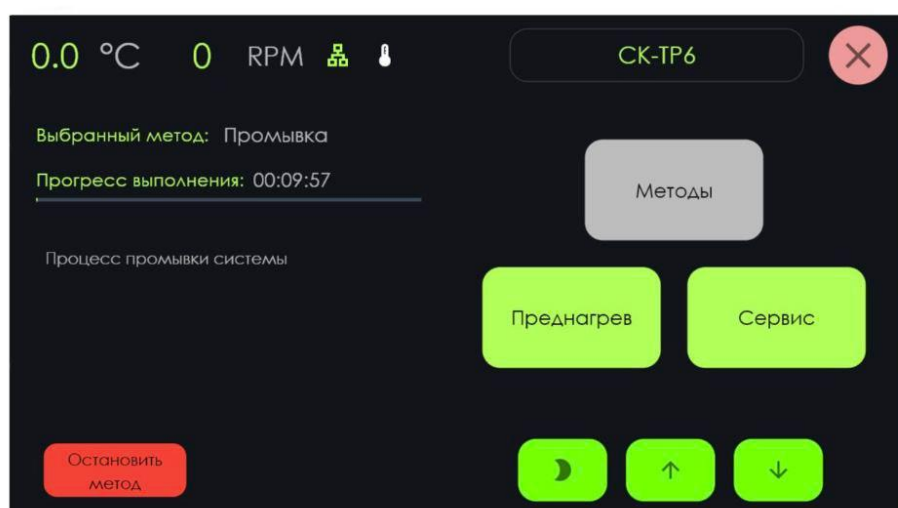

Рисунок 28 – Главный экран. Процесс промывки системы
При запуске промывки пользователя переместит на главный экран, где он может увидеть таймер, показывающий, сколько времени осталось до конца промывки (рисунок 28).
- методы (см. стр. 18, рисунок 28)